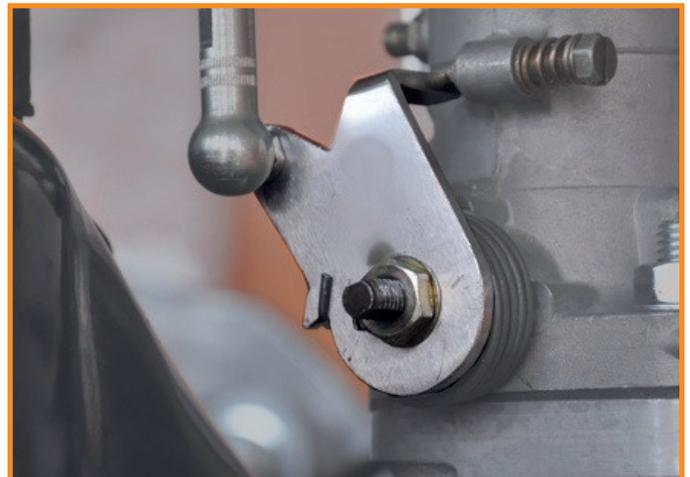

Fig. 4
- The lever with nose (Fig.4) needs to go on the right carburetor with the spring while the other throttle lever (Fig.3) needs to be installed on the left carb.
- Montieren Sie den Drosselklappenhebel mit der Federnase auf die Welle des rechten Vergasers. (Fig. 4)